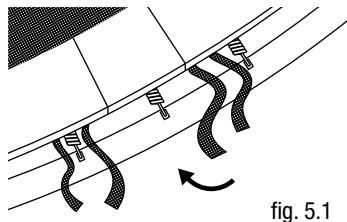

fig. 5.1
- a) Ubique el acolchado del marco (2) con las advertencias hacia arriba sobre el trampolín de manera que los resortes y el marco de acero queden cubiertos. Asegúrese de que el acolchado del marco cubra todas las piezas de metal. Extienda las bandas elásticas (fig. 5.1) de modo que, cada dos bandas, una pase por un pie de soporte.